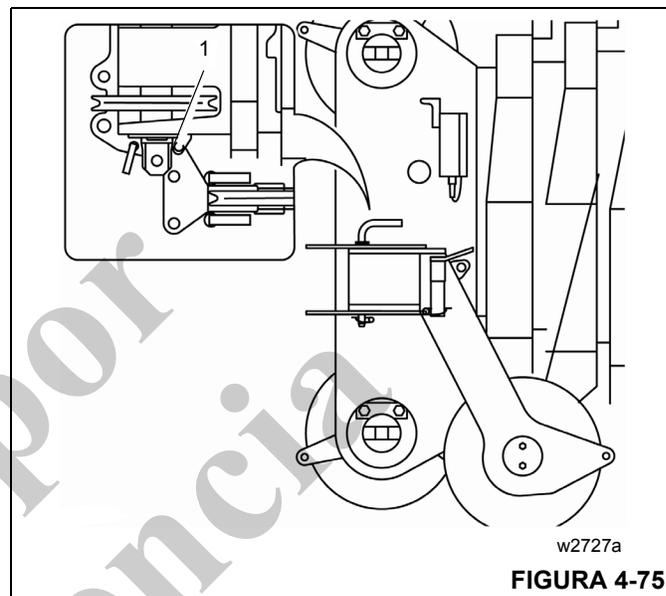

FIGURA 4-75
1. Suelte el pasador de retención y retire el pasador delgado del punto de soporte (Figura 4-75).